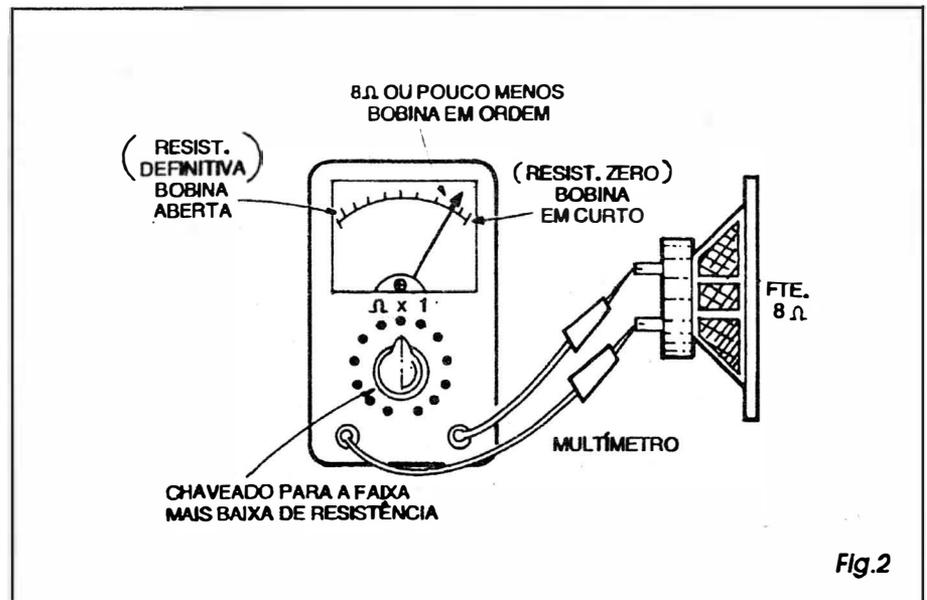

Fig.2
**- FIG. 2 - UM TESTE UM POUQUINHO MAIS SOFISTICADO...** - Atualmente, devido a uma queda progressiva nos seus preços, ao longo dos últimos anos, a maioria dos hobbystas possui pelo menos um pequeno multímetro... Quem tiver um